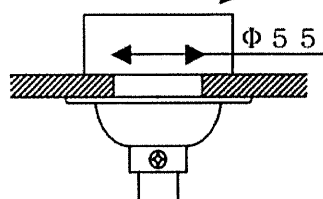

図2
- * 造営材に直付けする場合は、造営材にΦ55の穴を開けてください。（図2）